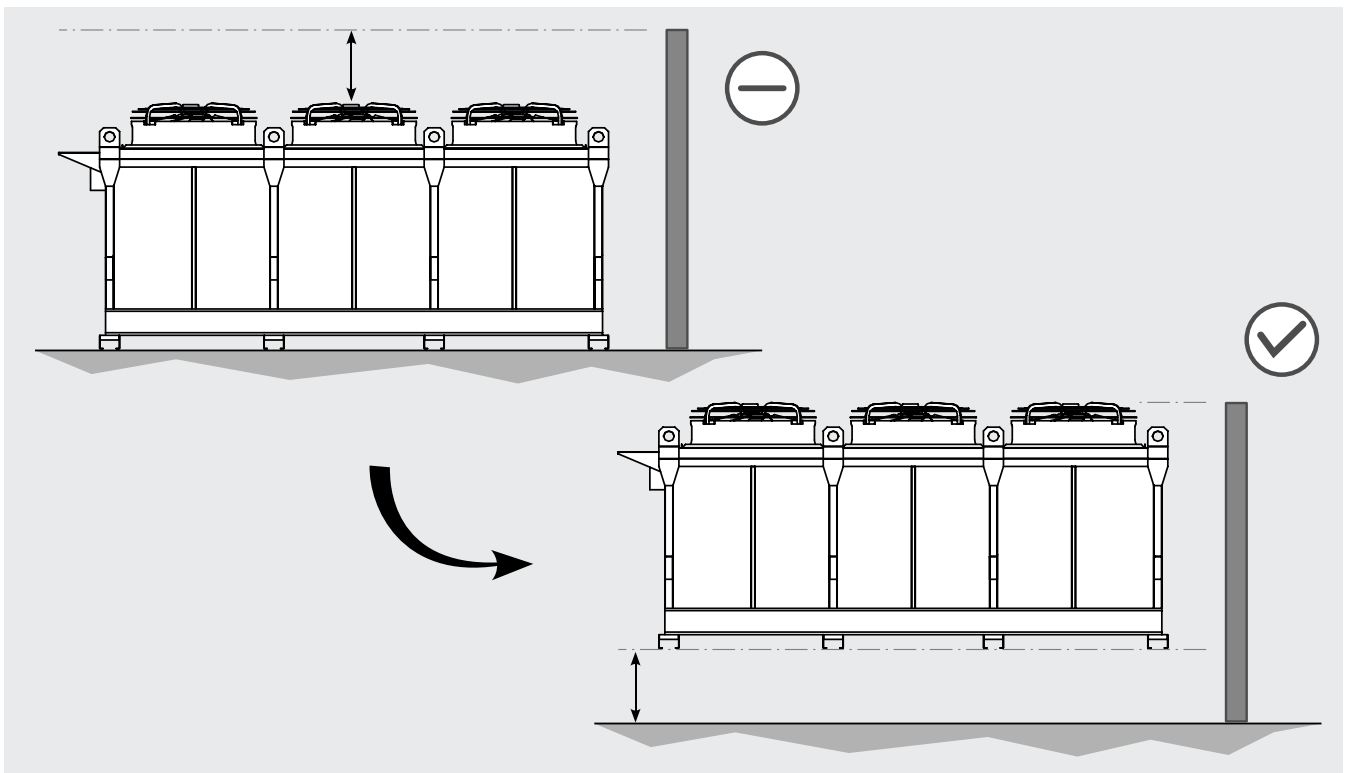

Figure 7
- 4.8 En cas d'installation à proximité d'un obstacle (mur, haie, brise-vent, etc.), si possible, surélever le modèle de manière à ce que la sortie du ventilateur soit plus haute ou au moins au même niveau que le bord supérieur de l'obstacle. Voir la Figure 7.